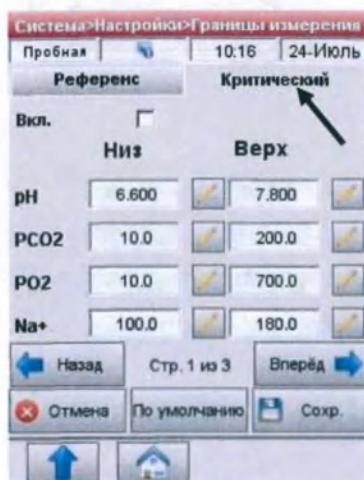

Рис.3-36 Введение критических границ
6. Выберите таблицу **<Критический>** (Рис.3-36). По умолчанию допустимые границы отключены. Нажмите **<Вкл.>** чтобы ввести значения допустимых границ.